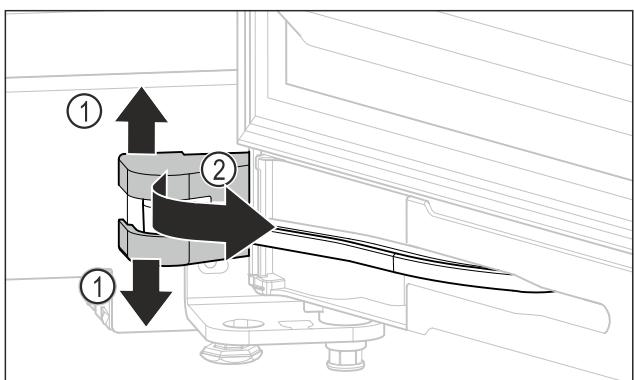

Fig. 23 *
- Lagerbockabdeckung nach Abbildung abziehen Fig. 23 (1)*
- Lagerbockabdeckung nach Abbildung zur Seite drehen Fig. 23 (2)*